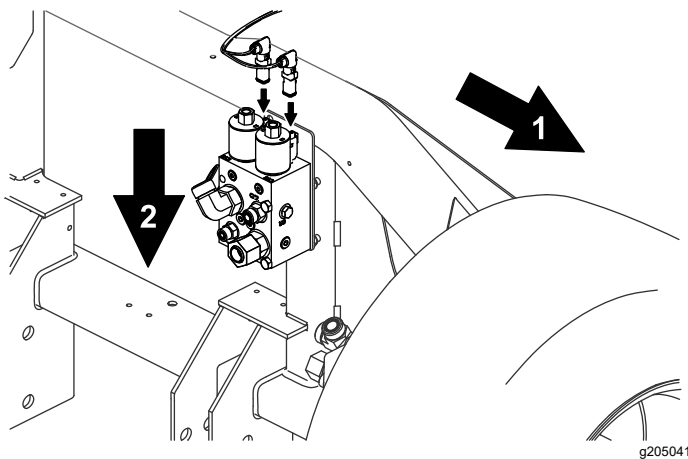

Figuur 31
12. Sluit de hoekstekker van de nieuwe kabelboom aan op de spoel van de driewegverdeler (Figuur 31).